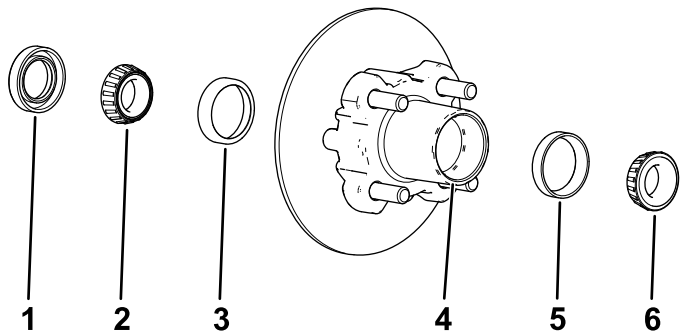

Figura 32
1. Retire el cojinete exterior y el anillo de rodadura del cubo (Figura 32).
2. Retire la junta y el cojinete interior del cubo (Figura 32).
5. Limpie el hueco del cubo para eliminar cualquier resto de grasa, suciedad y residuos (Figura 32).
7. Llène el hueco del cubo hasta un 50–80 % de su capacidad con grasa del tipo especificado (Figura 32).
8. Monte el cojinete interior sobre el anillo en el lado interior del cubo e instale la junta (Figura 32).